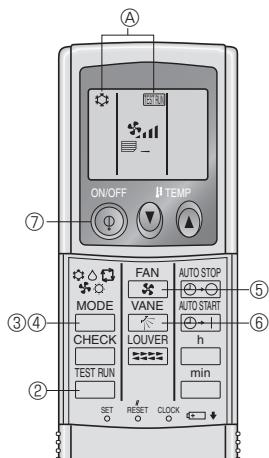

Fig. 7-5
7.2.2. 使用無線遙控器 (Fig. 7-5)
① 試運行前打開機組電源至少 12 個小時。
② 連按兩次 TEST RUN 按鈕。